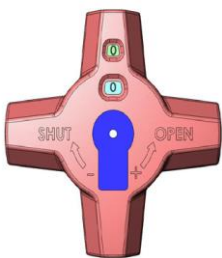

Рис.1. Клапан закрыт
1. Полностью закройте клапан. (Рис. 1)